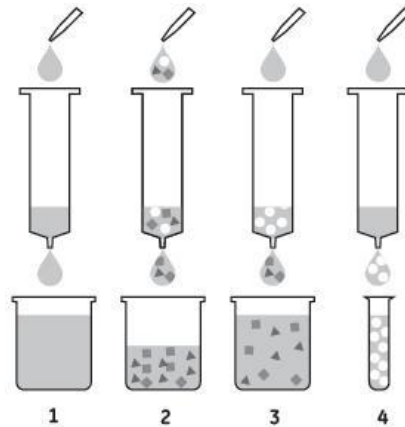

图 1. 使用 Glutathione Beads 4FF 重力柱纯化蛋白流程示意图
**Glutathione Beads 4FF 重力柱**使用请参考以下说明，各溶液用量均按照柱体积计算（例如：2 个柱体积，1 ml 规格对应为 2 ml 溶液，5 ml 规格对应为 10 ml 溶液）。整个纯化流程大约需要 30 min（主要取决于样品体积和溶液的粘稠性），操作快捷。使用流程请参考图 1。